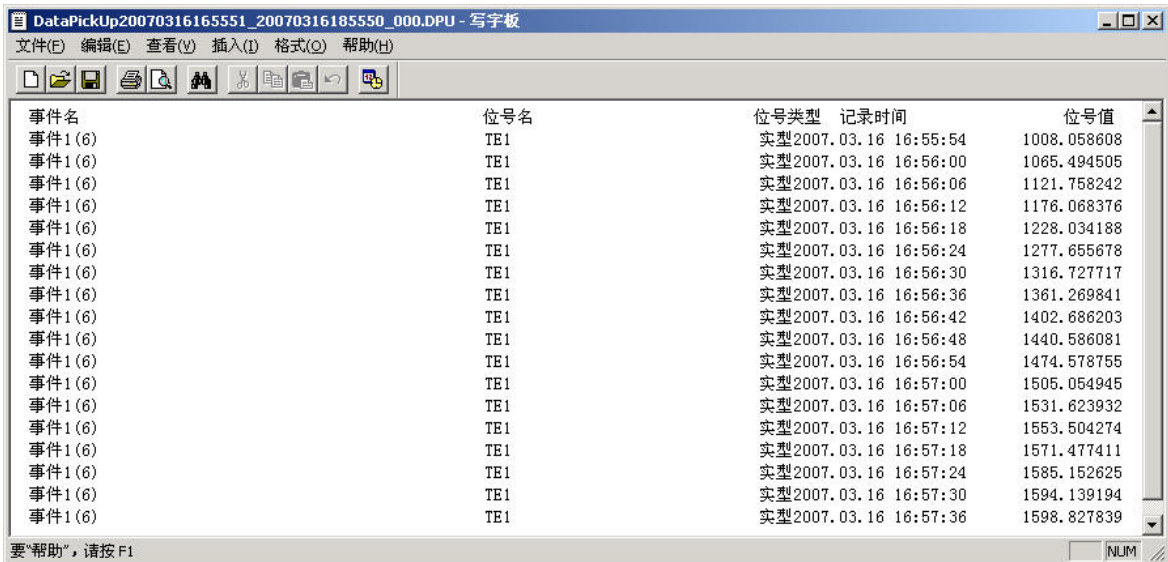
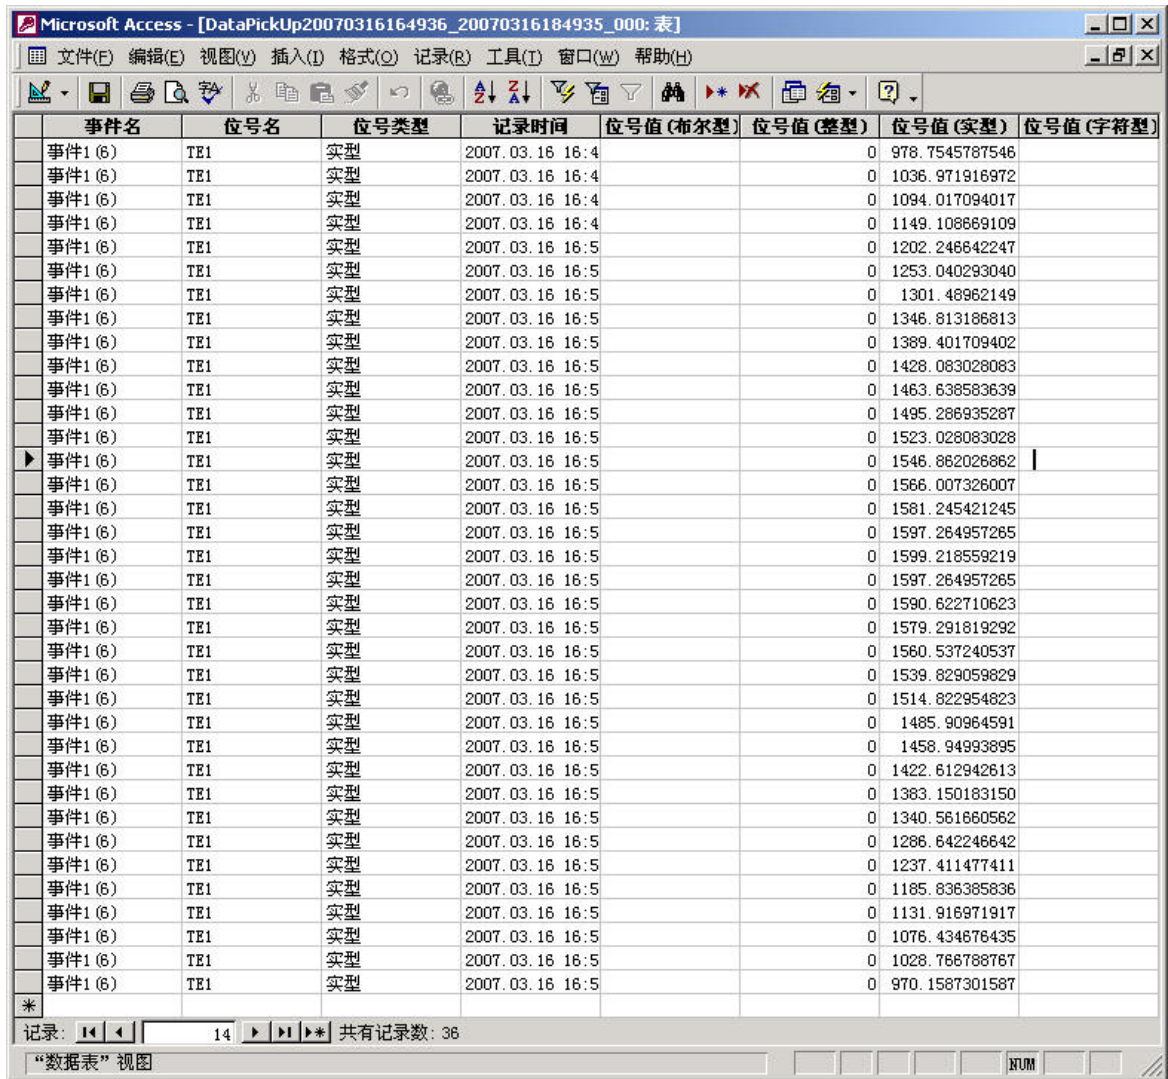

图 3-35 记录方式为文件
图 3-36 记录方式为数据库
- 6) 运行一段时间后，关闭数据提取界面，在数据保存路径下打开文本文件或数据库的文件如图 3-35、图 3-36 所示。